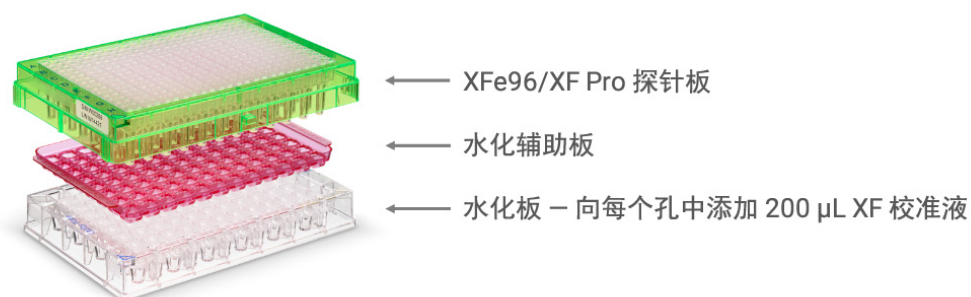

图 5. XF 探针板、XF 水化辅助板和水化板套装
- 4 将探针板降低到水化板上，使探针浸入校准液或水中（参见图 5 中的示意图）